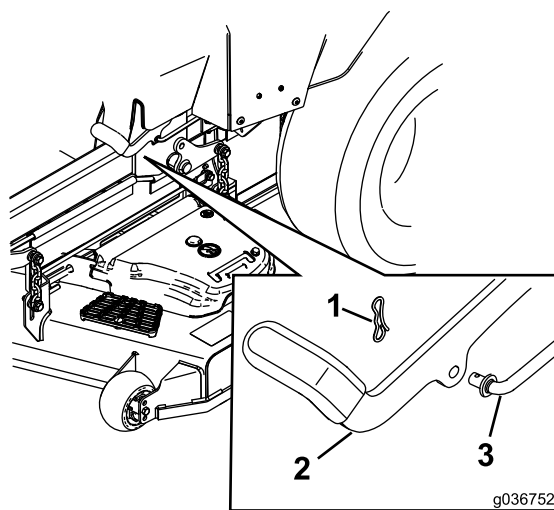

Figure 60
6. Si un réglage est nécessaire, desserrez le frein de stationnement. Retirez la goupille fendue de l'axe de la tringlerie de frein (Figure 60).